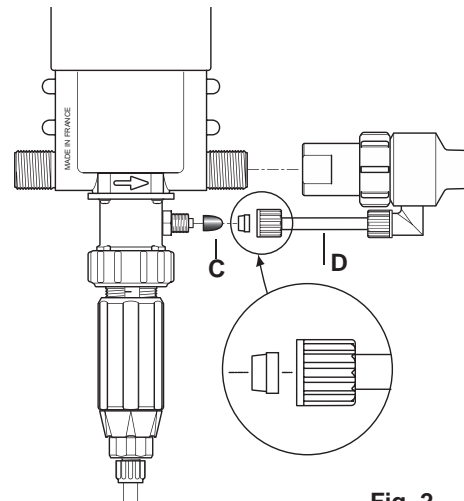

Fig. 2
Pour les modèles Injection Externe (IE) qui permettent de travailler avec certains concentrés corrosifs, le Dosatron est également livré avec une canne d'injection externe (Fig. 2-D).
**ATTENTION !** Laisser la crépine à 10 cm [4"] environ du fond du bac de solution afin d'éviter d'aspirer les particules non solubles qui risquent d'endommager le corps doseur (Fig. 2).